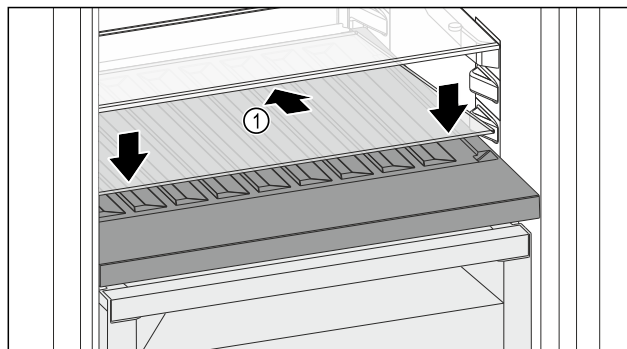

Fig. 100
- Skleněnou desku Fig. 100 (1) zasuňte šikmo a skloněnou dozadu dolů.
- Skleněnou desku Fig. 100 (1) vpředu spusťte dolů.